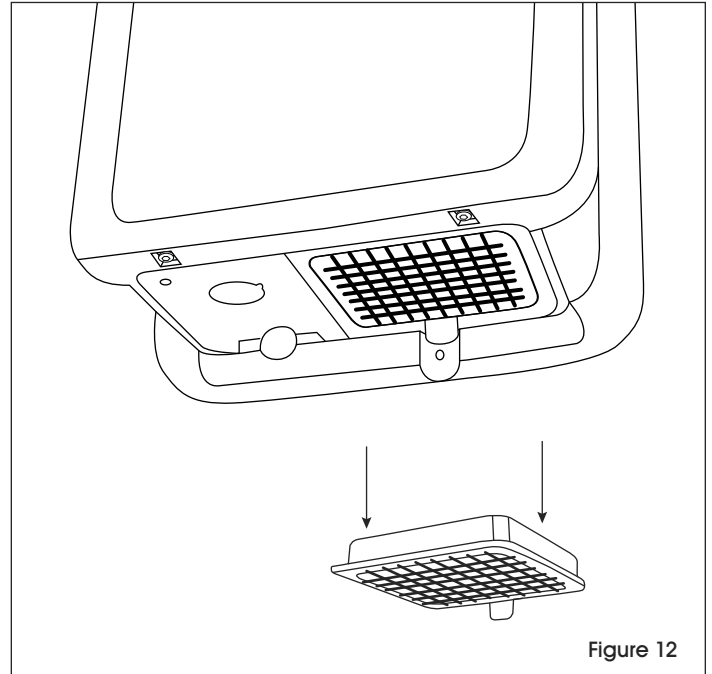

Figure 12
1. Pour le changer, poussez puis tirez sur la languette du filtre vers le bas. Remplacez par un véritable filtre ffuuss HEPA H13. (Voir Figure 12).